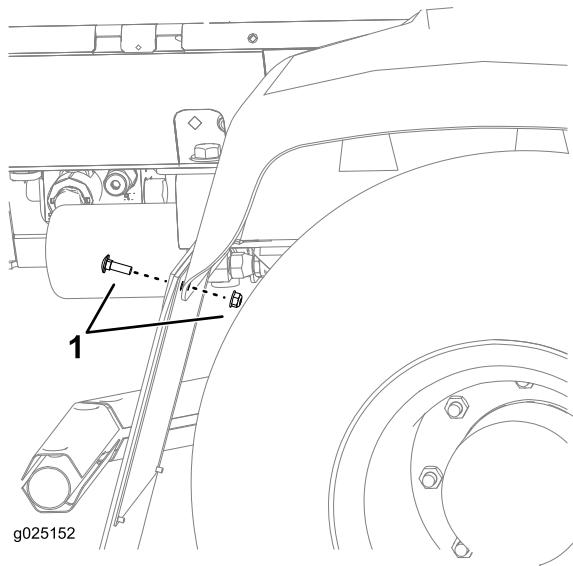

Figure 2
- Déposez les fixations existantes sur le pare-boue de la roue droite (Figure 2).